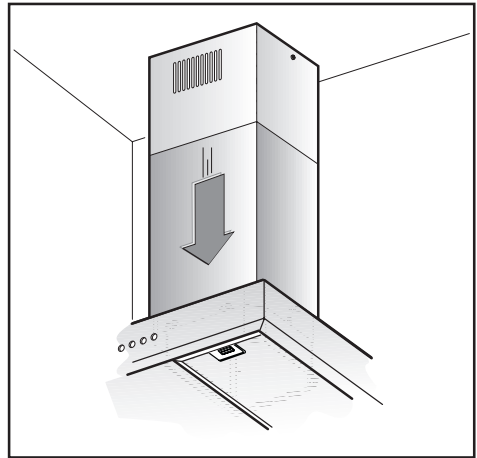

Fig.13
-Ta av tejp **L** och placera det nedre rökröret ovanpå fläktkåpan (Fig.13).